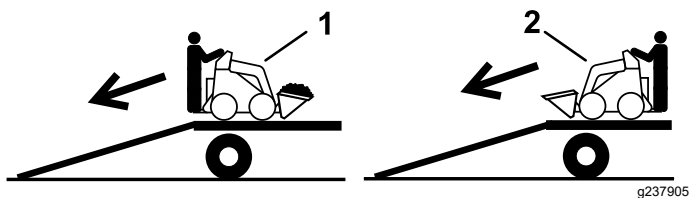

Figura 20
2. Descarcă maina de pe remorcă cu partea cu încărcătură orientată spre rampă în sus și încărcătura în poziție joasă (Figura 20).